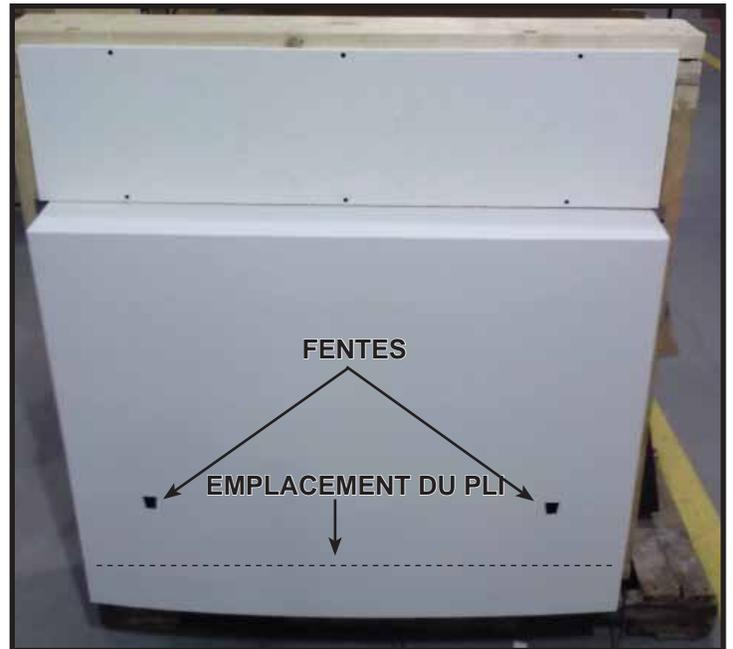

Figure 11.16 Anti-projection installé
2. Pour accéder au plateau de composants, soulevez le rabat de l'anti-projection et pliez les perforations à la main. Courbez les languettes et insérez-les dans les fentes de l'anti-projection. Voir les figures 11.16 et 11.17.